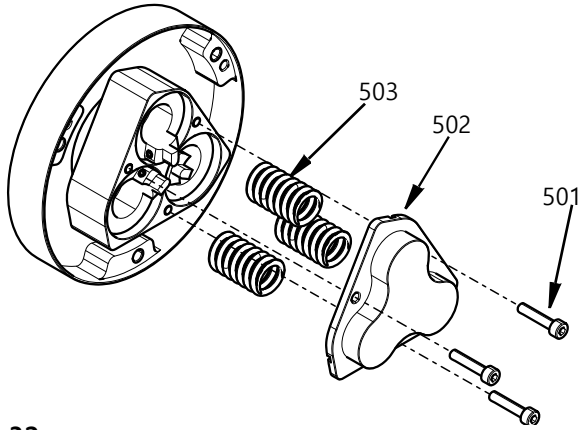

FIG. 32
- 스프링(503)을 피스톤에 삽입하고 실린더 커버(502)를 스프링 위에 놓고 M4 나사(501) 3개를 사용하여 실린더 하우징에 고정합니다. 29.2 in-lbs (3.3 N•m)의 토크로 조입니다. FIG. 32를 참조하십시오.